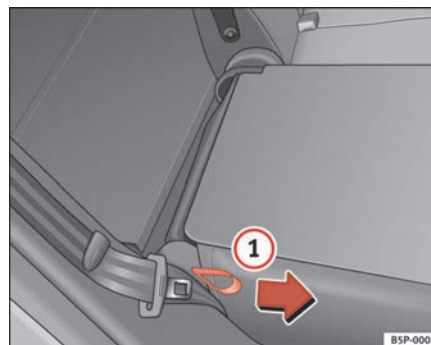

Abb. 100 Umklappen bzw. Aufrechtstellen der Rücksitzlehne
- Ziehen Sie die seitliche Zugschleife am Sitz ⇒ Abb. 100 **1** in Pfeilrichtung und klappen Sie die Lehne hoch bis sie einrastet.